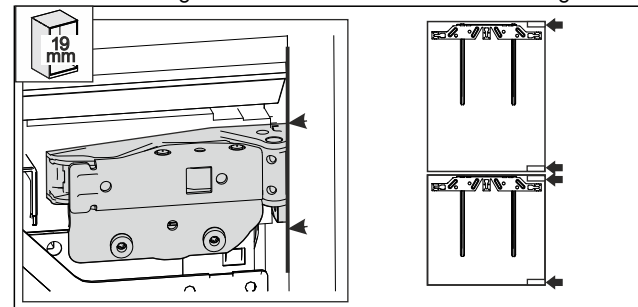

Fig. 57 *
- 19 mm møbelsidevægens tykkelse: hængslernes forkant flugter med forsiden af møblets sidevæg. Fig. 57 ()